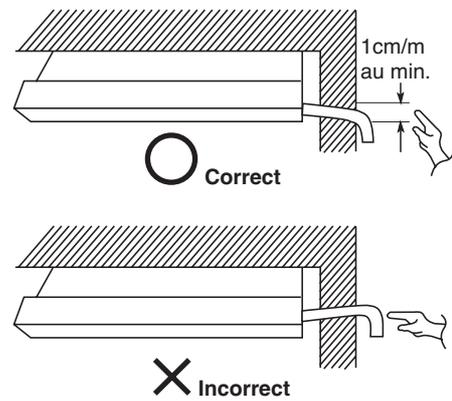

Fig. 3-53
- Raccordez la liaison d'évacuation des condensats de manière à ce qu'elle soit inclinée vers l'extérieur. (Fig. 3-53)